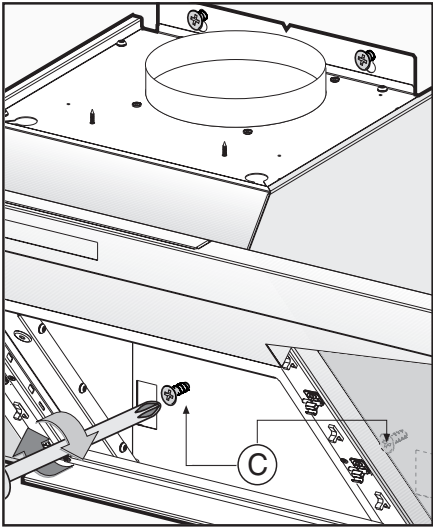

Fig.8
- Als alles is afgesteld bevestigt u de kap definitief met behulp van de 2 schroeven **C** (afb. 8).